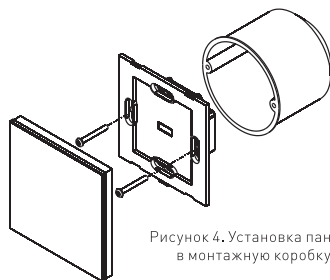

Рисунок 4. Установка панели в монтажную коробку
- 3.7. Установите корпус панели в монтажную коробку и закрепите его при помощи двух винтов (рисунок 4).